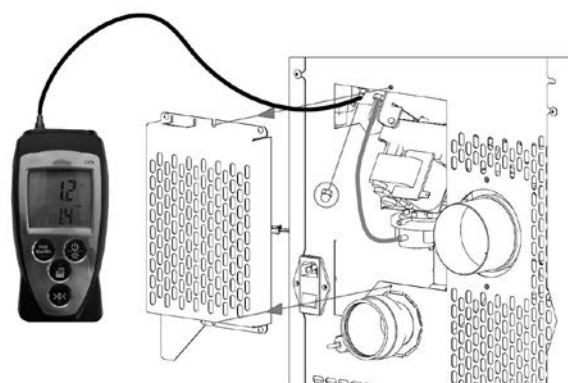

Fig. 45 - Connexion du pressostat numérique
- Connecter, au biais d'un tube en silicone, un pressostat numérique pour relever la dépression (voir **Fig. 45**).